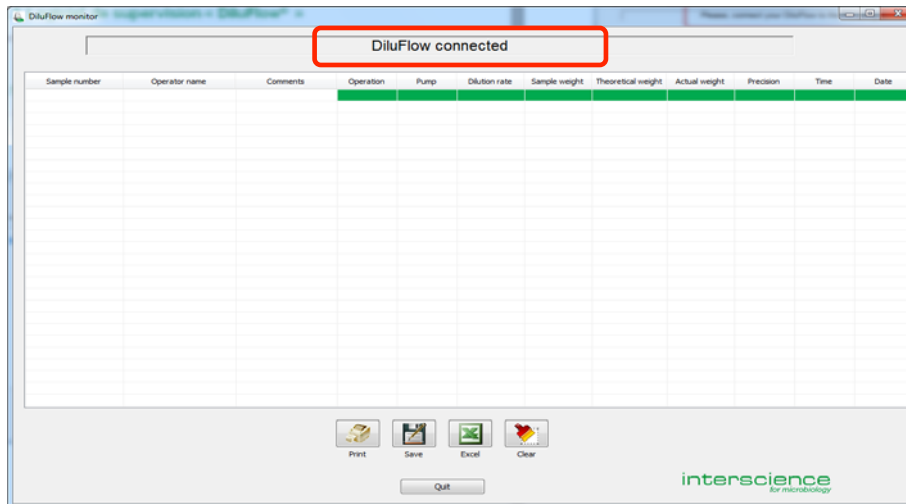

Figure 31
- Lorsque cet écran (Figure 31) s'affiche, le DiluFlow® est correctement connecté.